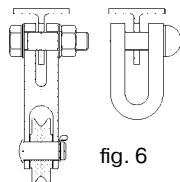

fig. 6
- Fijar la polea o el grillete con el alcance deseado como se muestra en la fig. 6. Comprobar la unión roscada.